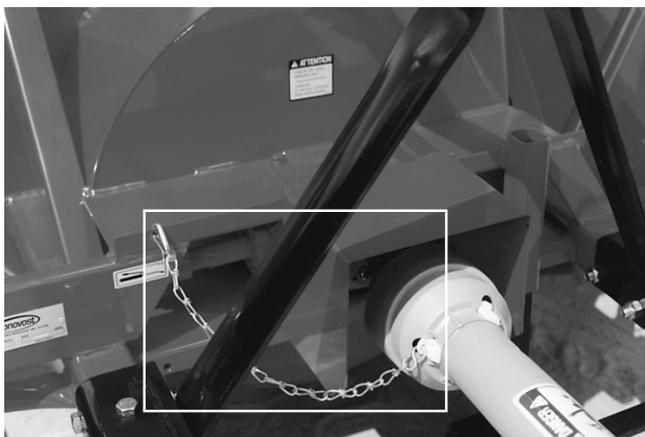

Figure 20
- 4) Installez l'arbre de commande sur la boîte d'engrenage ou sur le boîtier réducteur. Vous devez relier le côté du boulon de cisaillement de l'arbre de commande à la boîte d'engrenage de la souffleuse et l'autre côté sera relié à la prise de force du tracteur. Fixez ensuite la chaîne de sécurité empêchant le protecteur de tourner (Fig. 20).